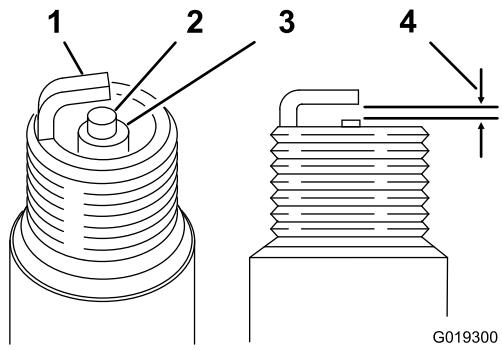

Figure 31
- Examinez le centre de la bougie (Figure 31). Si le bec isolant est recouvert d'un léger dépôt gris ou brun, le moteur fonctionne correctement.
2. Avec une jauge d'épaisseur, mesurez l'écartement entre l'électrode latérale et l'électrode centrale (Figure 31).